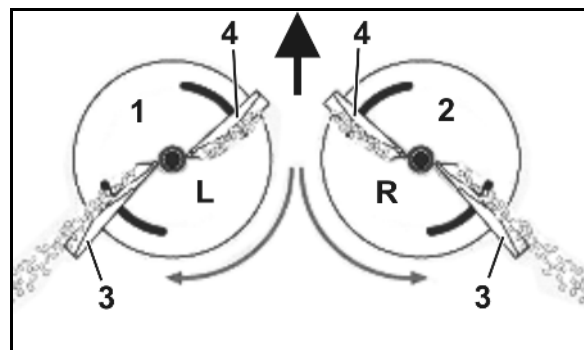

Fig. 19
- venstre spredeskive (Fig. 19/1) merket **L**.
- høyre spredeskive (Fig. 19/2) merket **R**.
- Lang (Fig. 19/3) - Innstillingsskala med verdier fra 35 til 55.
- Kort (Fig. 19/4) – Innstillingsskala med verdier fra 5 til 28.